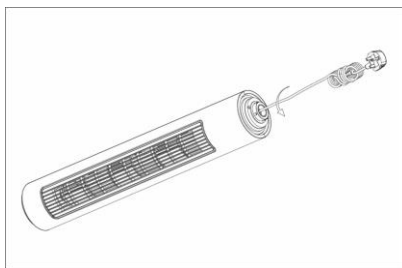

Рис. 1
1. Переверните корпус вентилятора и вытащите шнур питания из отверстия в основании корпуса (рисунок 1). Чтобы установить корпус вентилятора на основание, открутите прижимную гайку от корпуса.